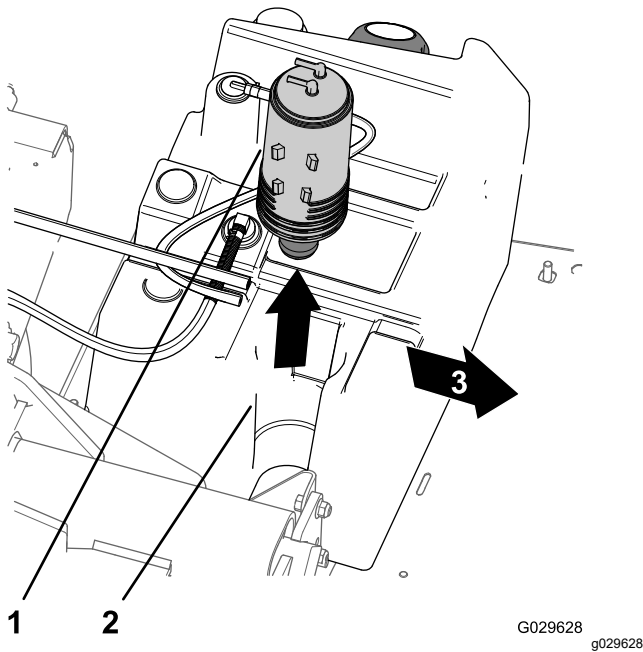

Bild 50
- Heben Sie den Aktivkohlefilter aus der Aktivkohlefilter-Befestigung im Kraftstofftank (Bild 50).
7. Setzen Sie den neuen Aktivkohlefilter in die Aktivkohlefilter-Befestigung des Kraftstofftanks; die Anschlussstücke „Purge“ und „Fuel Tank“ müssen nach hinten ausgerichtet sein (Bild 50).